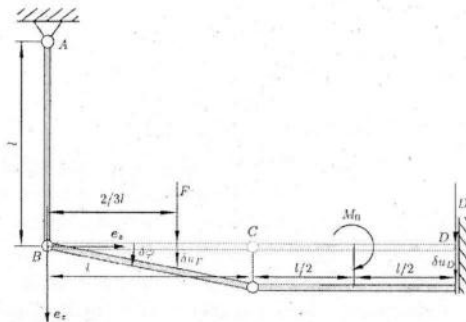

Abbildung 3.3: Virtuelle Verschiebung des Systems zur Bestimmung von D_v
- 3.2) Die unbekannte Kraft in der Einspannung D_v lässt sich durch die in Abbildung 3.3 dargestellte virtuelle Verschiebung bestimmen.